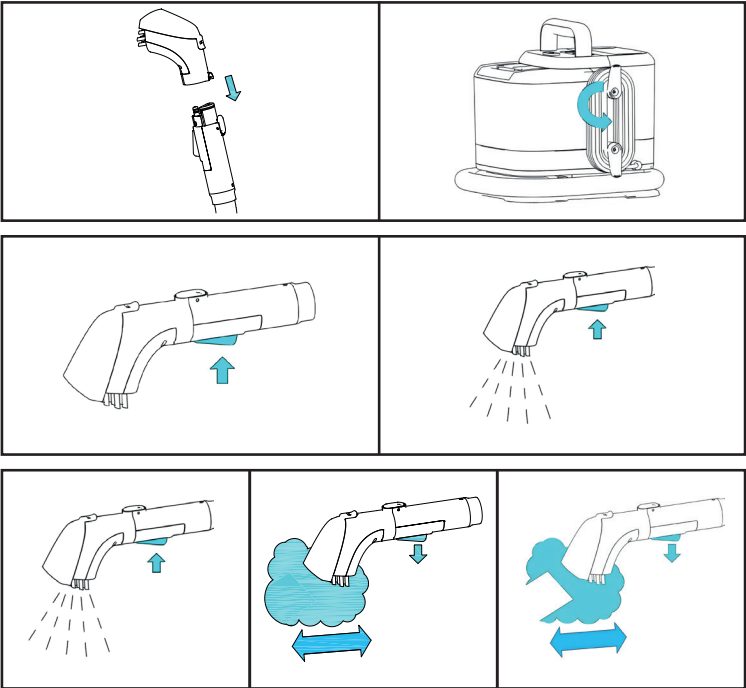

FIG 3
6. Vuelva a colocar el depósito en su sitio y asegúrese de que el asa está bien colocada. (FIG 3).